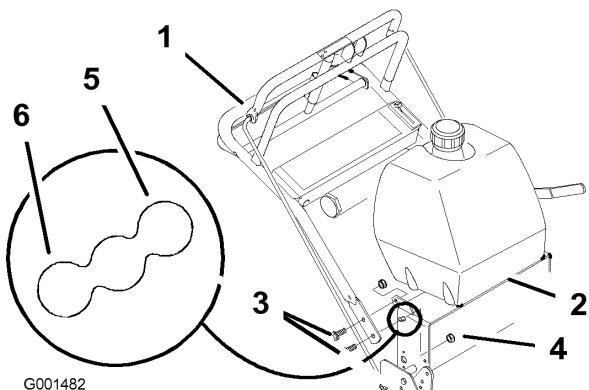

Figure 16
2. Desserrez les boulons à embase supérieurs ((3/8 x 1 inch)) et l'écrou à embase de fixation du guidon au bâti arrière (Figure 16)
3. Retirez les boulons à embase supérieurs ((3/8 x 1 inch)) et les écrous à embase de fixation du guidon au bâti arrière (Figure 16)